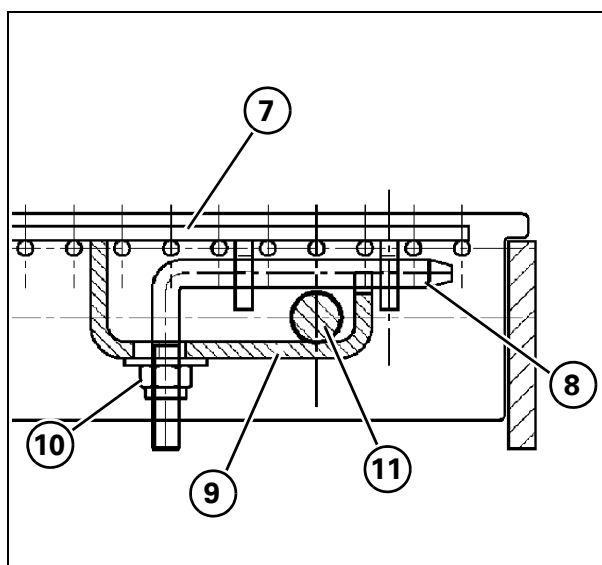

Рис. 41
- 1.) Убедитесь, что фиксаторы легко входят в отверстия заполняющей вставки (7).
- 3.) Вставьте ребра вставки между прутками подбарабannya (см. Рис. 41).
- 4.) Вставьте фиксаторы (8) (свободные концы должны находиться в вертикальном положении).
- 5.) Установите стопорные элементы (9).
- 6.) Полностью затяните гайки (10).
- 7.) Повторите процедуру крепления вставок (7) для всех прутков подбарабannya (11).